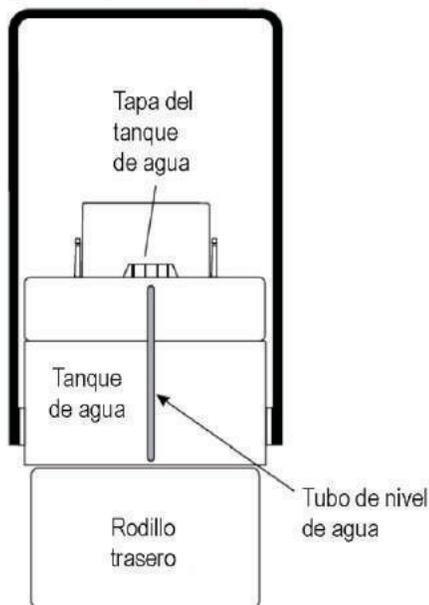

Figura 15. Tanque de Agua
2. La cantidad de agua dentro del tanque puede ser inspeccionada visualmente por medio de una lectura del tubo de agua (Figura 15) que corre verticalmente a lo largo del tanque de agua detrás del rodillo. Este tubo indica la cantidad de agua que se encuentra dentro del tanque. La capacidad total del tanque es de 60 galones (227 litros)